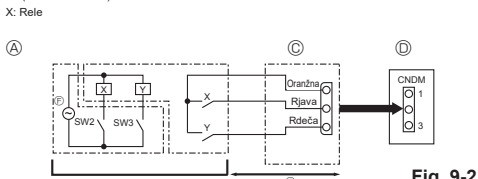

Fig. 9-2
9.2. Funkcija delovanja na zahtevo (spreminjanje na mestu) (Fig. 9-2)